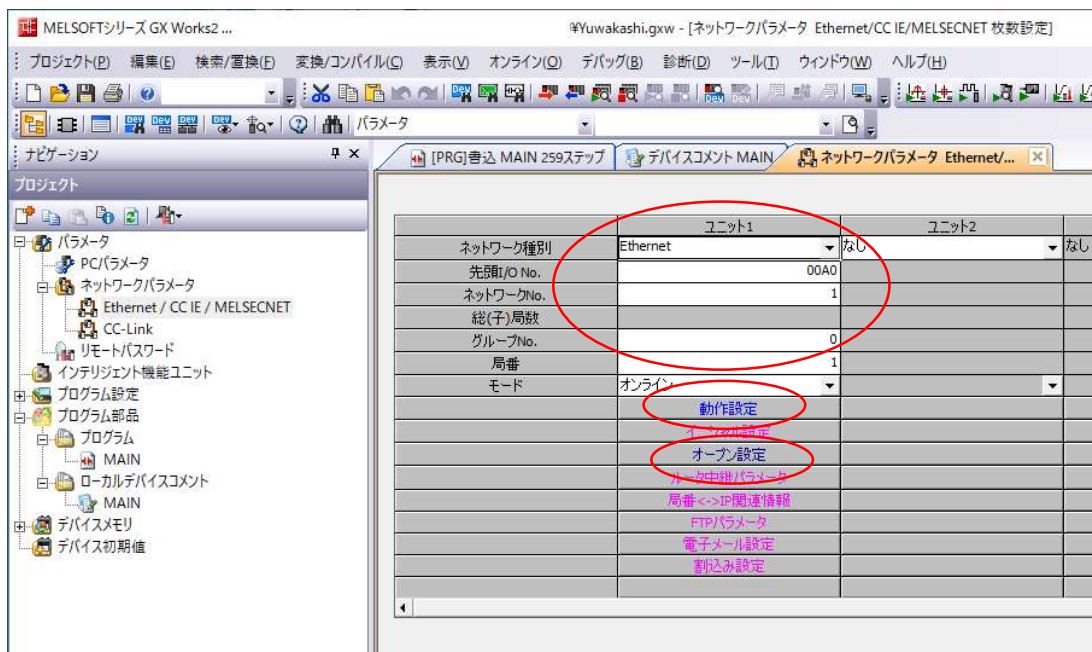

図 3-24
②「ネットワークパラメータ Ethernet/CCIE/MELSECNET」の画面で、ユニット QJ71E71-100 の設定をします。(図 3-24)